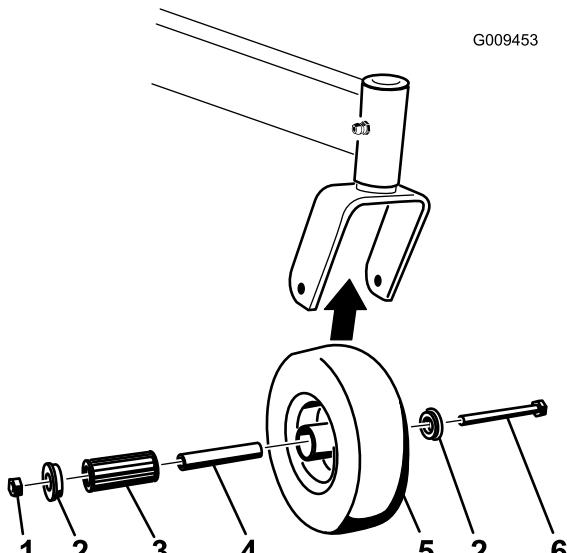

Figura 58
1. Retire la contratuerca y el perno que sujetan la rueda giratoria a la horquilla (Figura 58).
2. Retire un solo casquillo y tire del casquillo intermedio y del cojinete de rodillos para sacarlos del cubo de la rueda (Figura 58).
3. Retire el otro casquillo del cubo de la rueda y límpie la grasa y la suciedad del cubo de la rueda (Figura 58).
4. Inspeccione el cojinete de rodillos, los casquillos, el casquillo intermedio y el interior del cubo de la rueda para comprobar que no están desgastados. Cambie las piezas defectuosas o desgastadas (Figura 58).
5. Para montar el conjunto, coloque un casquillo en el cubo de la rueda. Engrase el cojinete de rodillos y el casquillo intermedio y deslícelos en el cubo de la rueda. Coloque el segundo casquillo en el cubo de la rueda (Figura 58).
6. Instale la rueda giratoria en la horquilla y fíjela con el perno y la contratuerca. Apriete la contratuerca hasta que el casquillo intermedio se apoye contra el interior de las horquillas de las ruedas giratorias (Figura 58).